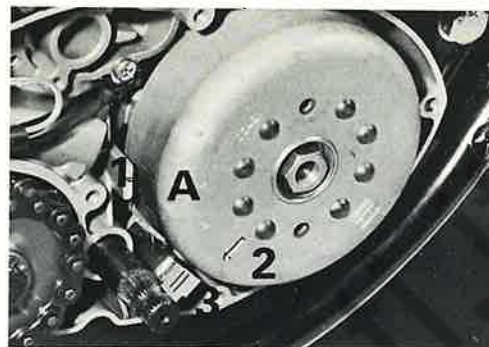

Fig. 23 - Volano elettronico
Ruotare l'induttore in senso orario in modo che, quando il punto A sul volano coincide con il segno (1) tracciato sul carter, la freccia (2) sull'induttore del volano capiti in mezzo alle due righe (3) riportate sul captatore (Fig. 23). Se ciò non dovesse accadere, occorrerà procedere ad una nuova messa in fase, ma per eseguire questa operazione, consigliamo di rivolgervi alle organizzazioni di vendita ed assistenza FANTICMOTOR.